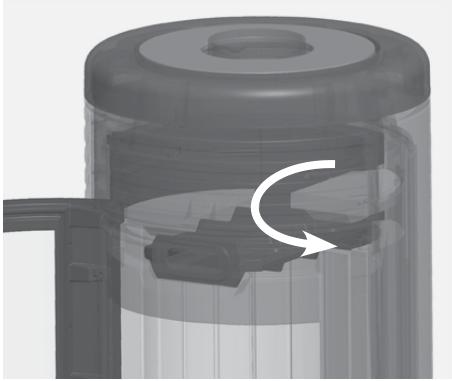

Abb. 4.33 Umlenksteine drehen
- drehen Sie die Umlenksteine um 90° zur Gerätemitte (siehe Abb. 4.33) und